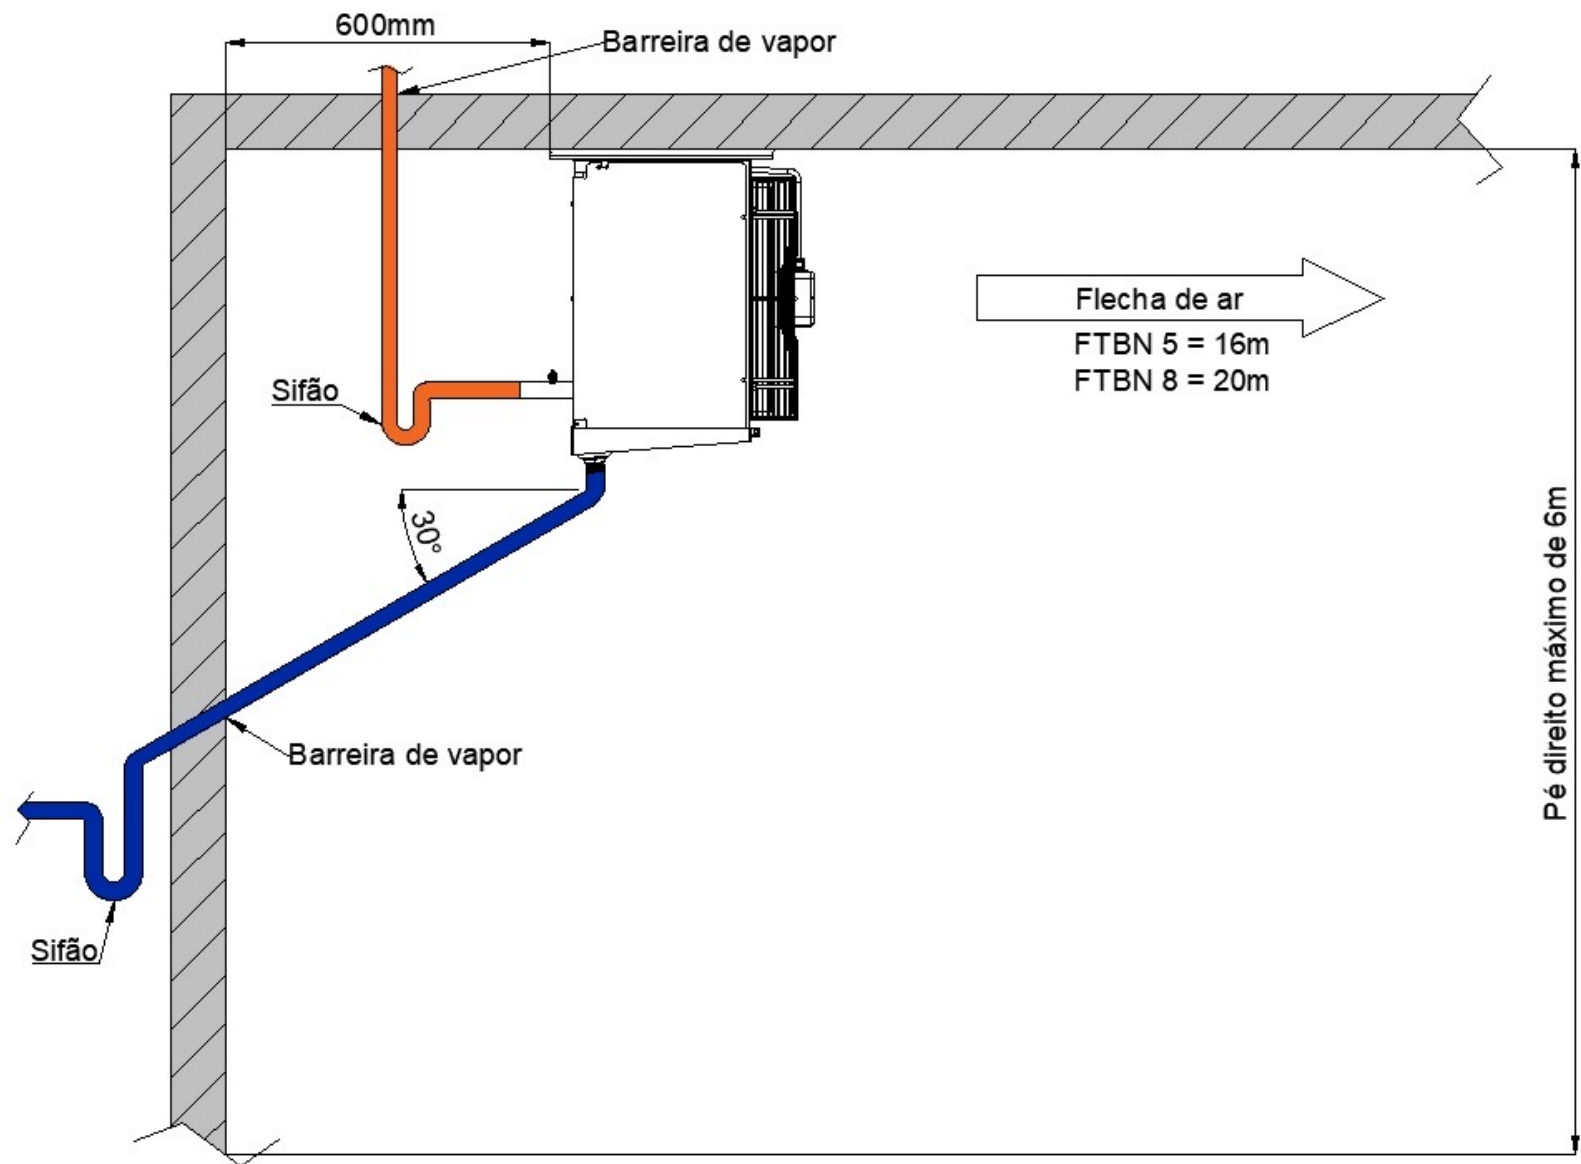

Figura 3 - Dreno da bandeja do evaporador e sifão na linha de sucção
- Deve-se observar uma distância mínima da parede, devido ao retorno do ar ao evaporador e a flecha de alcance do ar, conforme Figura 3.
- Mantenha as tubulações de entrada (E) linha de líquido e saída (S) linha de sucção do evaporador e tubo de equalização da válvula de expansão tampadas até o momento de se fazer as soldas e/ou interligações.
- Na sucção, abaixo do nível do núcleo aletado do evaporador, deve-se instalar um sifão, para diminuir o risco de ir líquido para o compressor e garantir retorno de óleo ao mesmo, conforme Figura 3.